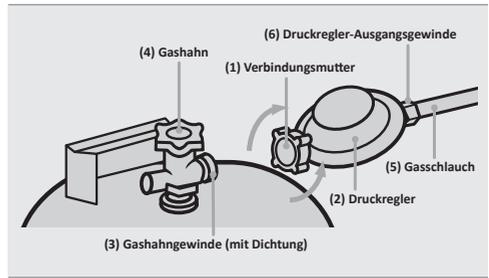

Abb.1: Montage des Druckreglers
2. Verbinden Sie den Druckregler mit der Gasflasche, indem Sie die Verbindungsmutter (1) des Druckreglers (2) durch Linksdrehung (von Hand) auf das Gashahngewinde (3) schrauben (siehe Abb. 1).
- ▶ Deinstallieren Sie die Gasflasche indem Sie die Verbindungsmutter (1) des Druckreglers (2) von Hand durch Rechtsdrehung vom Gashahngewinde
(3) abschrauben (siehe Abb. 1).